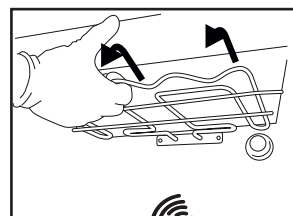
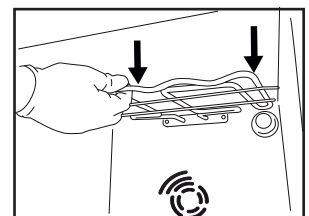

Fig. 1
Fig. 2
2. Estrarre leggermente l'elemento riscaldante (Fig. 1) e abbassarlo (Fig. 2).